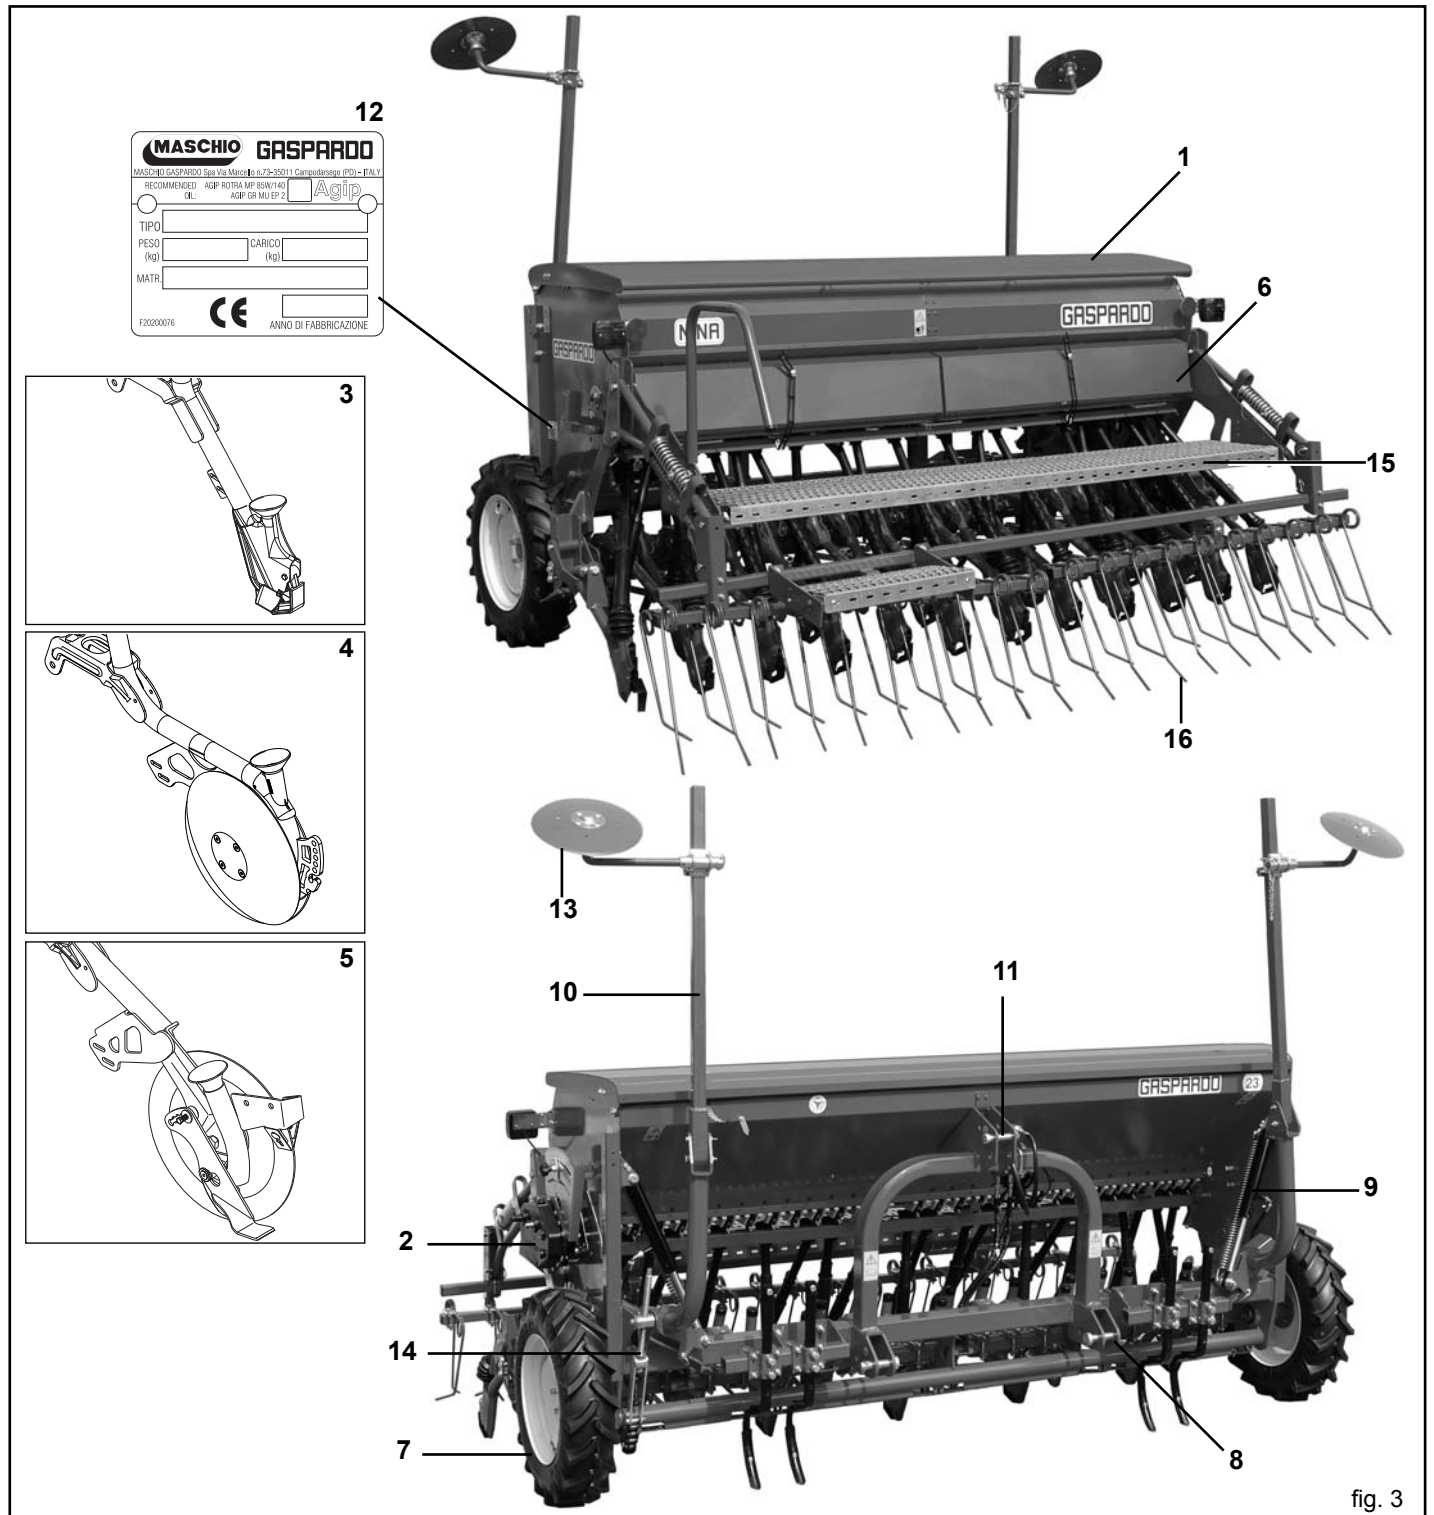

fig. 3
**1.6 DISEGNO COMPLESSIVO (Fig. 3)**